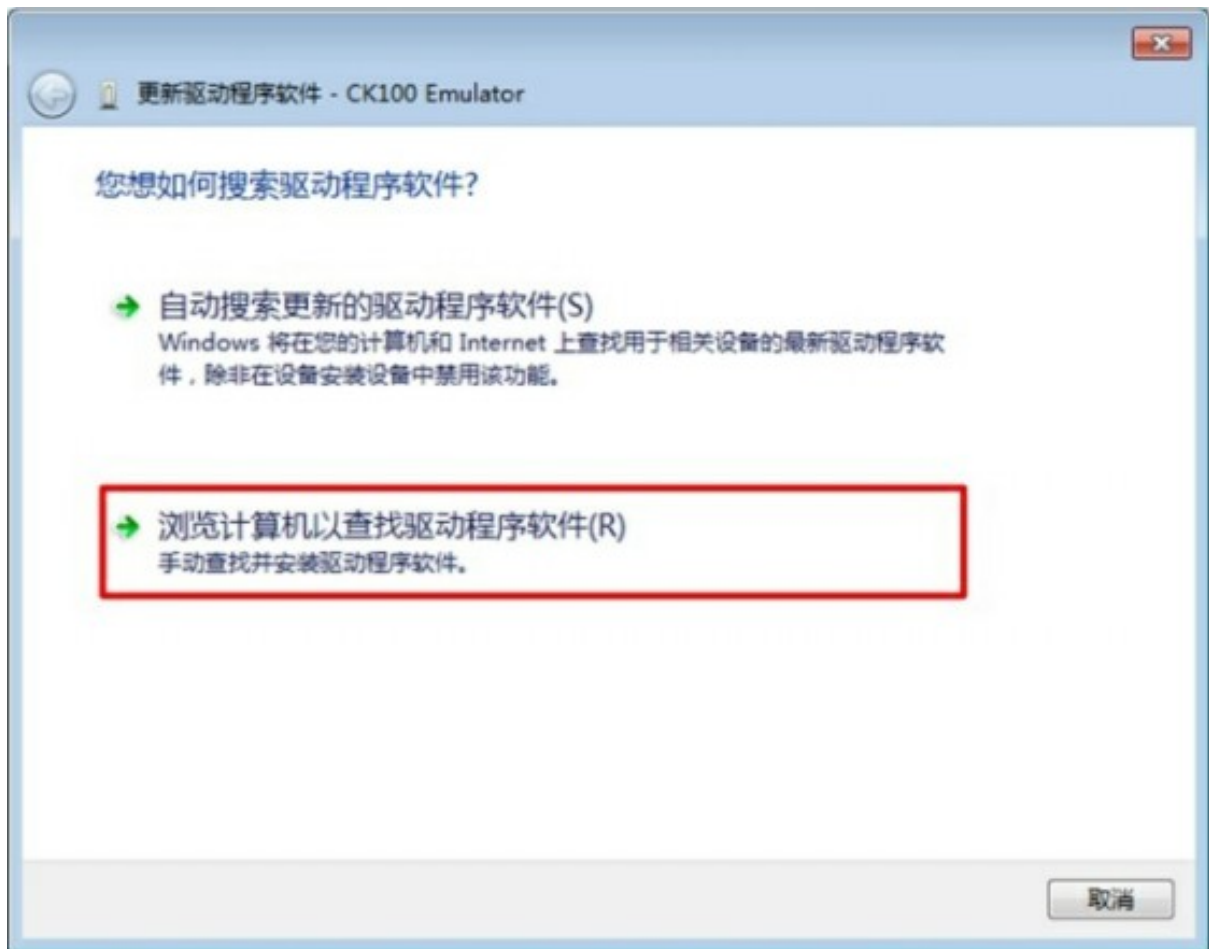

图 47: 选择搜索驱动程序的放肆
(3) 接着弹出选择如何搜索驱动程序软件对话框，如 图 47 所示。选择【浏览计算机以查找驱动程序软件】。